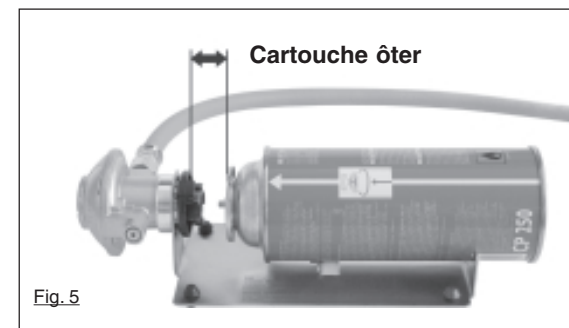

Fig. 5
Pour cela, tourner la cartouche de gaz (3) avec le connecteur (4) de quelques degrés dans le sens contraire des aiguilles d'une montre jusqu'à la butée et tirer la cartouche (voir Fig. 5).
2.4 Changer une cartouche vide: Vous pouvez également changer la cartouche (3) avant qu'elle ne soit vide car ce type de cartouche possède une valve intégrée.
Vous devez toujours changer la cartouche dans un endroit bien ventilé et loin de toute source d'inflammation. Eteindre le bec de gaz. Pour retirer la cartouche de gaz (3), la tourner avec le connecteur (4) de quelques degrés dans le sens contraire des aiguilles d'une montre jusqu'à la butée et tirer la cartouche (voir Fig. 5). Ne jamais jeter une cartouche qui n'est pas vide. (Vérifier l'absence de bruit de liquide en la secouant).